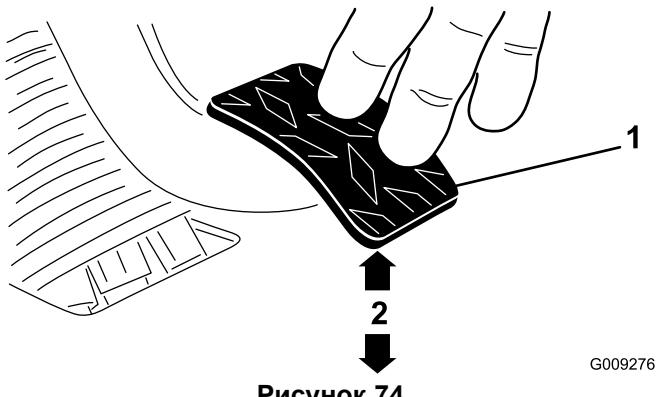

Рисунок 74
- Регулируйте контргайки или шаровой шарнир до тех пор, пока нижняя сторона задней кромки педали сцепления не будет находиться на расстоянии $9,5 \pm 0,3$ см верха доски пола с ромбовидным рисунком, когда к педали прикладывается усилие 1,8 кг (Рисунок 74).